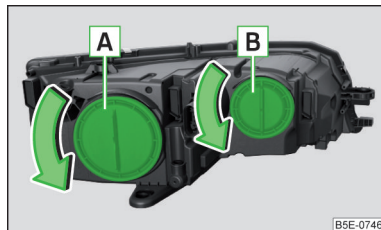

Fig. 357
Orden de bombillas » fig. 357
- ▶ Girar la tapa de protección **A** » **fig. 357** de la **pág. 318** en el sentido de la flecha.
- ▶ Colocar la tapa de protección **A** » **fig. 357** de la **pág. 318** y girarla contra el sentido de la flecha.
- Girar la tapa de protección **B** » fig. 357 de la pág. 318 en el sentido de la flecha.
- Colocar la tapa de protección **B** » fig. 357 de la pág. 318 y girarla contra el sentido de la flecha.